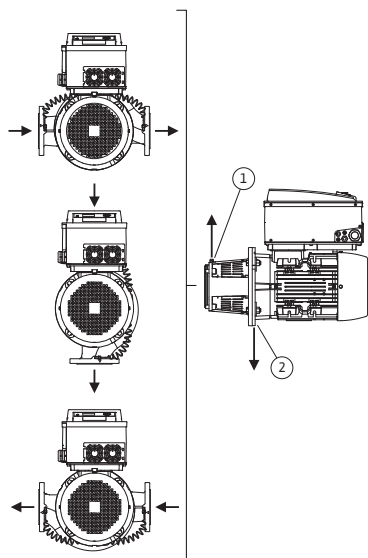
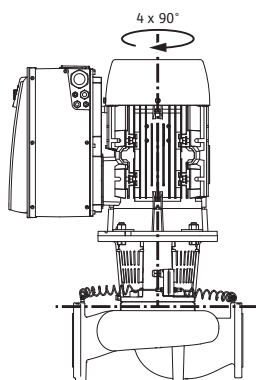

Fig. 18: Tillåtna monteringslägen med horisontell motoraxel
Fig. 19: Tillåtna monteringslägen med vertikal motoraxel
De tillåtna monteringslägena med horisontell motoraxel och elektronikmodul uppåt (0°) visas i Fig. 18. De tillåtna monteringslägena med sidmonterad elektronikmodul ($\pm 90^\circ$) syns inte på bild. Alla monteringslägen utom "elektronikmodul nedåt" (-180°) är tillåtna. Avluftning av pumpen garanteras endast om avluftningsventilen pekar uppåt (Fig. 18, pos. 1). Endast i denna position (0°) kan det kondensat som bildas föras bort via ett tillgängligt borrhål, pumplanterna samt motor (Fig. 18, pos. 2). Ta härtill bort proppen på motorflänsen.
De tillåtna monteringslägena med vertikal motoraxel visas i Fig. 19. Alla monteringslägen utom "motorn nedåt" är tillåtna.
- Avluftningsventilen på lanternan (Fig. 6, pos. 1.31) måste alltid vara riktad uppåt vid en horisontell motoraxel (Fig. 6a: och Fig. 6b:). Vid en vertikal motoraxel är alla riktningar tillåtna. Se även Fig. 18: "Tillåtna monteringslägen med horisontell motoraxel" på sidan 25 resp. Fig. 19: "Tillåtna monteringslägen med vertikal motoraxel" på sidan 25.
- På horisontella motoraxlar måste kondensathålen peka nedåt (Fig. 18, pos. 2). Vrid motorn vid behov tills detta uppnås.